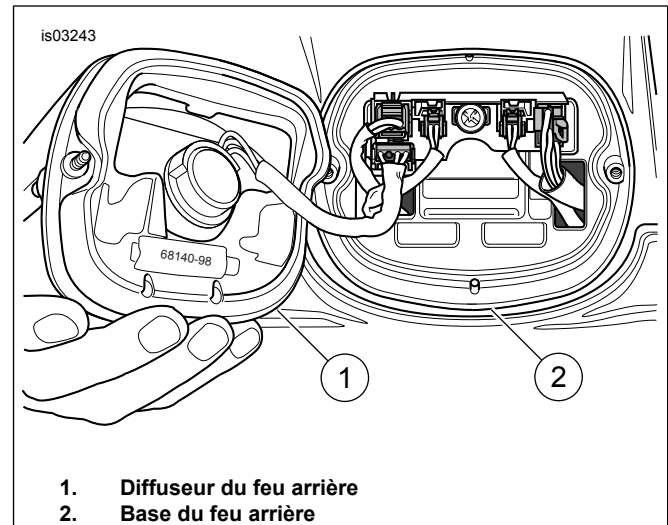

Figure 2. Retirer le diffuseur de feu arrière
3. Voir la Figure 2. Retirer les deux vis et le diffuseur du feu arrière (1) de la base (2).
2. Voir la Figure 2. Installer le diffuseur du feu arrière (1) sur la base (2) en utilisant deux vis.